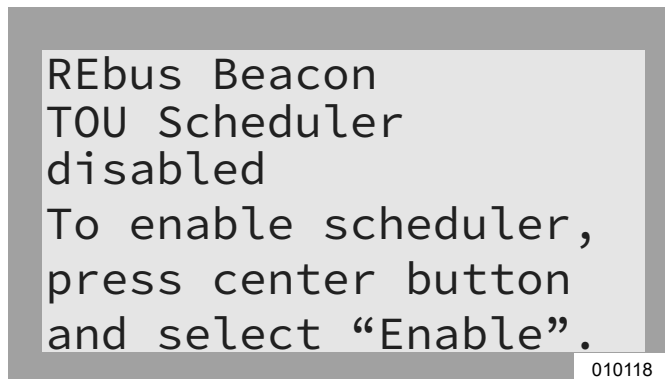

Figura 6-22. Activación del programador TOU (1 de 2)
1. Consulte la **Figura 6-22**. Navegue hasta la página de dispositivo REbus Beacon y presione el botón central para ingresar al menú del dispositivo.